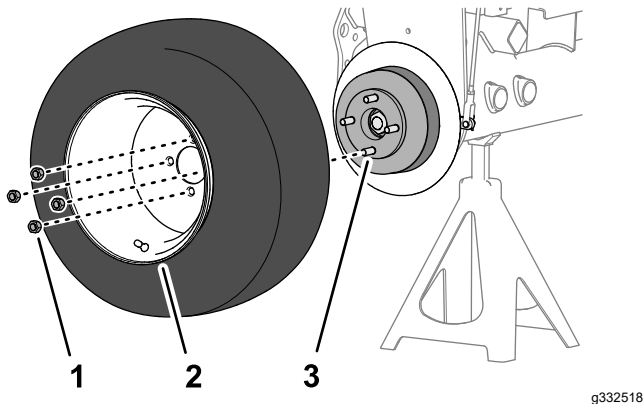

図 88
1. ラグナット4個でホイールをハブに取り付け 図 88、ラグナットを手締めする。